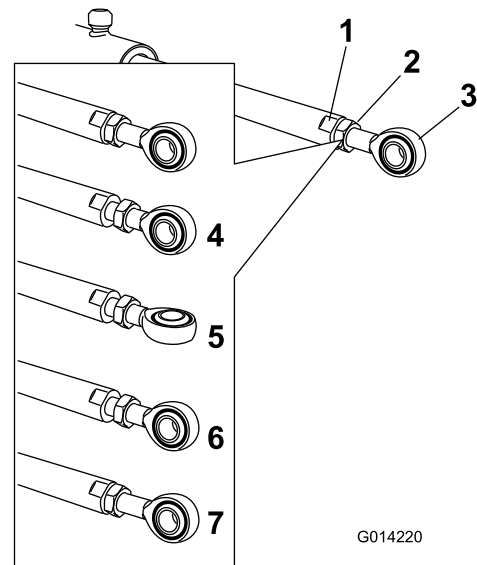

Figure 109
5. Placez une clé sur les méplats de la tige de vérin pour l'immobiliser, puis desserrez l'écrou de blocage (Figure 109).
6. Tournez le côté tige du vérin pour raccourcir ou allonger le vérin déployé à la position voulue (Figure 109).